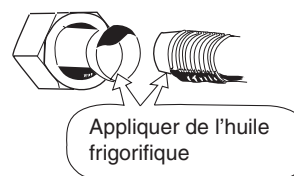

Fig. 6-4
- (1) Appliquez un bouchon ou une bande adhésive étanche pour empêcher les infiltrations de poussières ou d'eau à l'intérieur des tubes avant leur utilisation.
- (2) Appliquez de l'huile frigorigique sur les surfaces de contact avant de les connecter. Ceci est efficace pour réduire le risque de fuites de gaz. (Fig. 6-4)